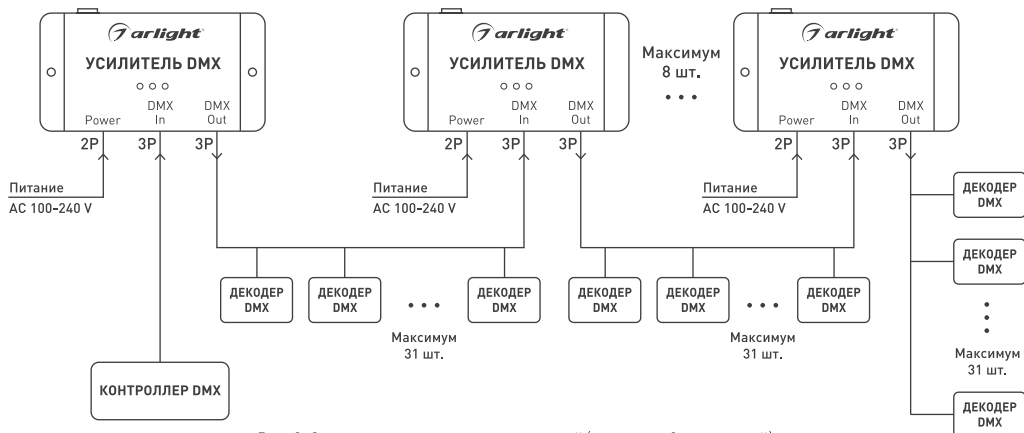

Рис. 2. Соединение нескольких усилителей [максимум 8 усилителей].
- 3.4. При подключении нескольких усилителей используйте схему, приведенную на Рис. 2.